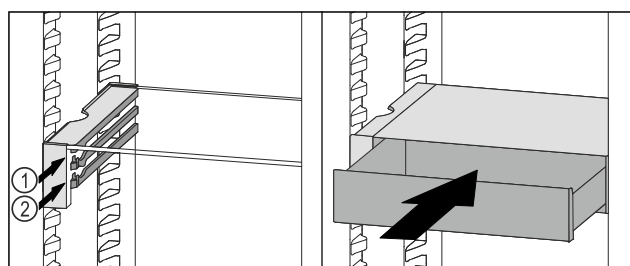

Fig. 109
- ▶ Placer le tiroir VarioSafe derrière les butées sur la nervure désirée Fig. 109 (1) ou Fig. 109 (2).